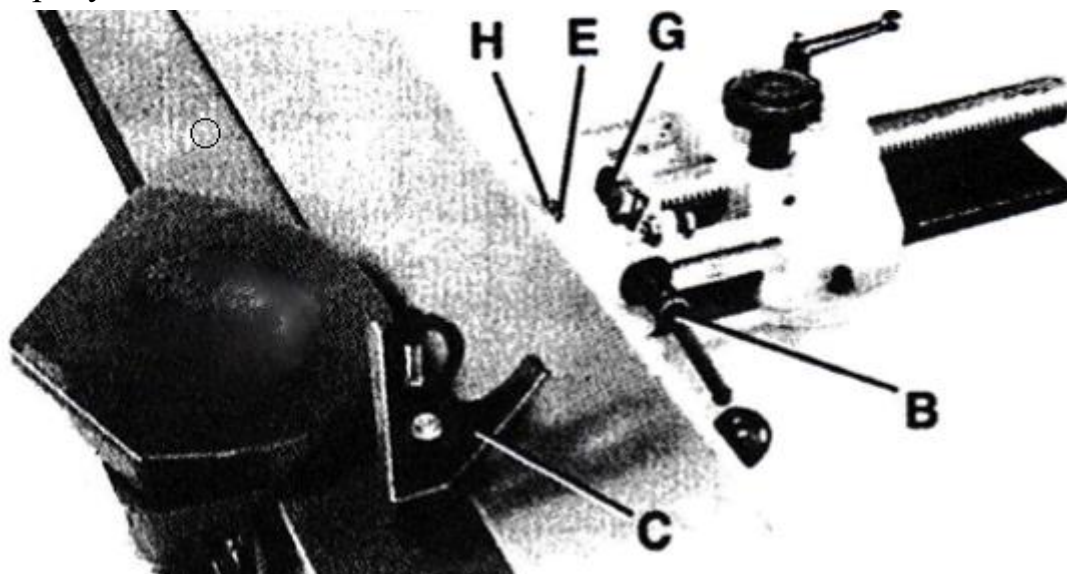

Рис. 37
5. Используя угольник (С) – Рис. 37, проверьте составляет ли внешний угол установки ограждения 45 градусов относительно стола, как показано на рисунке.
6. Если необходима настройка, открутите стопорную рукоятку (В) – Рис. 37 и стопорную гайку (Е). Поворачивайте регулировочный винт (Н), пока угол ограждения не достигнет 45 градусов относительно стола. Затяните стопорную рукоятку (В) и стопорную гайку (Е).